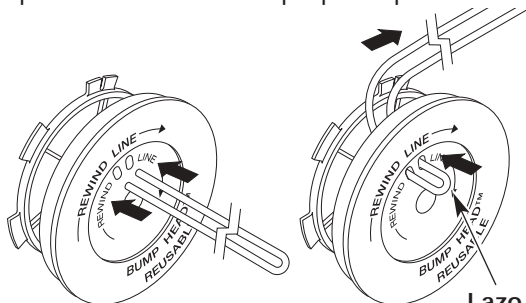

Figure 16
6. Corte aproximadamente 7,6m (25 pies) de nueva línea de corte, luego envuélvala en dos longitudes iguales. Inserte cada extremo de la línea a través de uno de los dos orificios del carrete interior (Fig. 16). Pase la línea a través del carrete interior de modo que el lazo sea lo más pequeño posible.